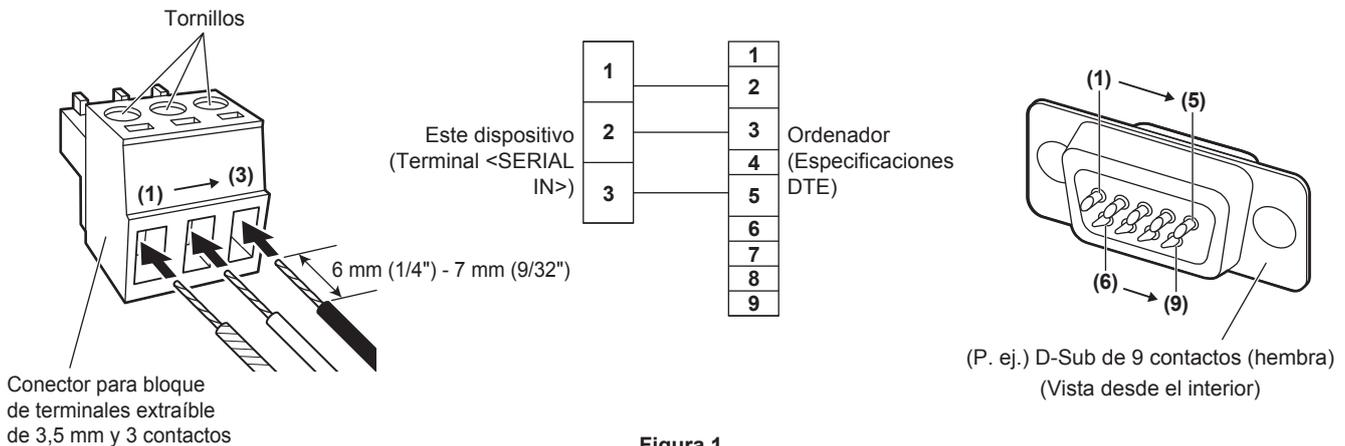

Figura 1
1) Inserte los cables en el Conector para bloque de terminales extraíble de 3,5 mm y 3 contactos suministrado. (Figura 1)
3) Conecte el otro extremo del cable al conector D-Sub de 9 contactos (hembra) (Figura 1).